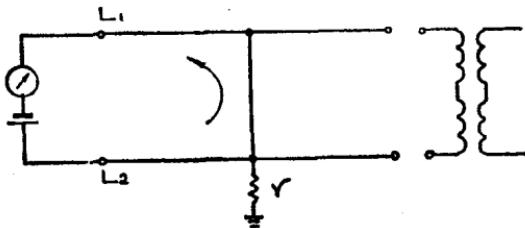

图 13. 混线接地
①对方断开后，若回路电阻小于正常电阻，同时对地又都有电阻，就为击穿后接地了，称混线接地，如图13所示。